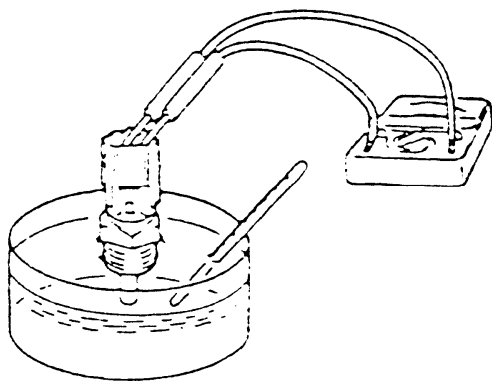

图 3-50 检查发动机水温传感器电阻
(2) 如图 3-50 所示，将发动机水温传感器的热敏部件浸入热水中，检查电阻值。发动机水温传感器电阻值的标准值为  $2.1\sim 2.7\text{ k}\Omega$  ( $20^{\circ}\text{C}$ )； $0.26\sim 0.36\text{ k}\Omega$  ( $80^{\circ}\text{C}$ )。